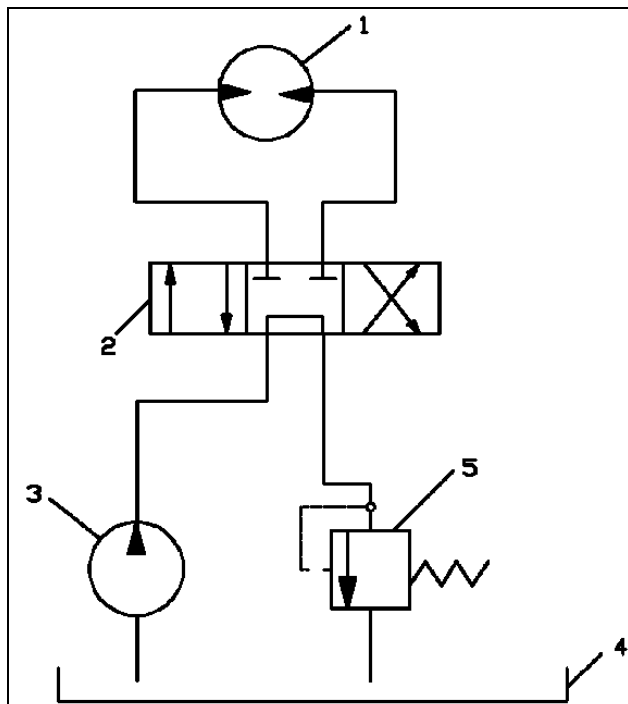

Рисунок 9
9. В объемном гидроприводе (рис. 9) применяется гидромотор 1 с рабочим объемом  $q_0 = 50$  см3. При падении давления масла в гидролиниях - напорной  $\Delta p_n = 0,1$  МПа и сливной  $p_{сл} = 0,5$  МПа и утечке масла в гидроаппаратуре  $Q_{ут} = 0,1$  л/мин выходной вал гидромотора развивает полезный крутящий момент  $M = 45$  Нм, частоту вращения  $n = 608$  об/мин. Определить мощность  $N$ , потребляемую объемным гидроприводом и общий КПД гидропривода  $\eta_{общ}$ . Гидромеханический КПД гидромотора  $\eta_{гм} = 0,9$ ; объемный КПД  $\eta_{об} = 0,98$ ; общий КПД насоса  $\eta_n = 0,8$ .